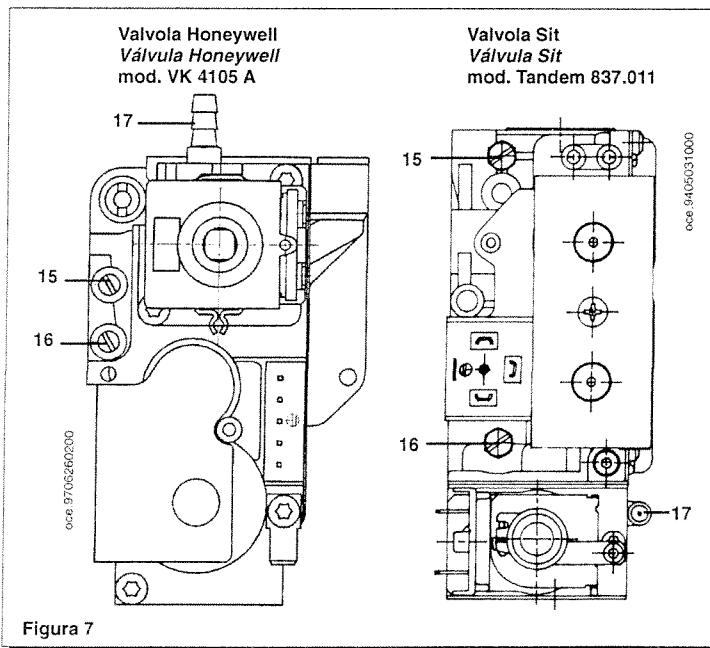

Figura 7
La caldaia può essere trasformata per l'uso a gas metano (G. 20) o a gas liquido (G. 30, G. 31) a cura del Servizio di Assistenza Tecnica autorizzato della **Ocean Idroclima S.p.A.** Le modalità di taratura del regolatore di pressione sono leggermente differenti a seconda del tipo di valvola del gas utilizzata (HONEYWELL o SIT vedi figura 7).
El Servicio de Asistencia Técnica autorizado puede transformar la caldera de modo que sea utilizada con gas metano (G. 20) o gas líquido (G. 30, G. 31). Las modalidades de calibrado del regulador de presión difieren ligeramente según el tipo de válvula del gas utilizada (HONEYWELL o SIT, véase figura 7).
- collegare la presa di pressione positiva di un manometro differenziale, possibilmente ad acqua, alla presa di pressione (15) della valvola del gas (figura 7 a pagina 16). Collegare la presa negativa dello stesso manometro ad un apposito "T" che permetta di collegare insieme la presa di compensazione della caldaia, la presa di compensazione della valvola del gas (17) ed il manometro stesso. (Una pari misura può essere effettuata collegando il manometro alla presa di pressione (15) e senza il pannello frontale della camera stagna);
- conectar la toma de presión positiva de un manómetro diferencial, posiblemente de agua, a la toma de presión (15) de la válvula del gas (figura 7 en página 16). Conectar la toma negativa del mismo manómetro a un especial "T" que consienta conectar entre ellos la toma de compensación de la caldera, la toma de compensación de la válvula del gas (17) y el manómetro mismo. (Se puede efectuar una medición equivalente conectando el manómetro a la toma de presión (15) y sin el panel frontal de la cámara estanca);
- verificare che la pressione dinamica di alimentazione della caldaia, misurata alla presa di pressione (16) della valvola del gas (figura 7) sia quella corretta (30 mbar per il gas butano, 37 mbar per il gas propano o 20 mbar per il gas naturale);
- collegare la presa di pressione positiva di un manometro differenziale, possibilmente ad acqua, alla presa di pressione (15) della valvola del gas (figura 7 a pagina 16). Collegare la presa negativa dello stesso manometro ad un apposito "T" che permetta di collegare insieme la presa di compensazione della caldaia, la presa di compensazione della valvola del gas (17) ed il manometro stesso. (Una pari misura può essere effettuata collegando il manometro alla presa di pressione (15) e senza il pannello frontale della camera stagna). Una misura della pressione ai bruciatori effettuata con metodi diversi da quelli descritti potrebbe risultare falsata in quanto non terrebbe conto della depressione creata dal ventilatore nella camera stagna;
- verificare che la pressione dinamica di alimentazione della caldaia, misurata alla presa di pressione (16) della valvola del gas (figura 7 pagina 16) sia quella corretta (30 mbar per il gas butano, 37 mbar per il gas propano o 20 mbar per il gas naturale).
- controlar que la presión dinámica de alimentación de la caldera, medida en la toma de presión (16) de la válvula del gas (figura 7), sea correcta (28 mbar para el gas butano, 37 mbar para el gas propano o 20 mbar para el gas natural);